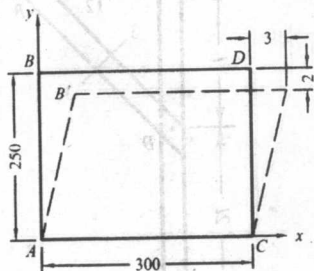

图 1-2
例 1-2 矩形平板变形后为图 1-2 所示的平行四边形, 水平轴线在四边形 AC 边保持不变。求 (1) 沿 AB 边的平均线应变; (2) 平板 A 点的剪应变。
1.1 对教材中图 1.2(a) 所示钻床, 试求 $n-n$ 截面上的内力。